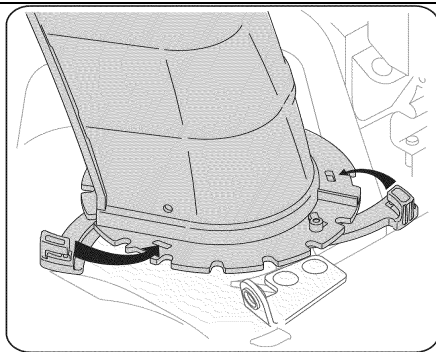

Рис. 4
5. Закройте хомуты фланцев, чтобы закрепить желоб на основании (См. Рис. 4). При надлежащей фиксации вы должны услышать щелчок при закрытии хомутов.